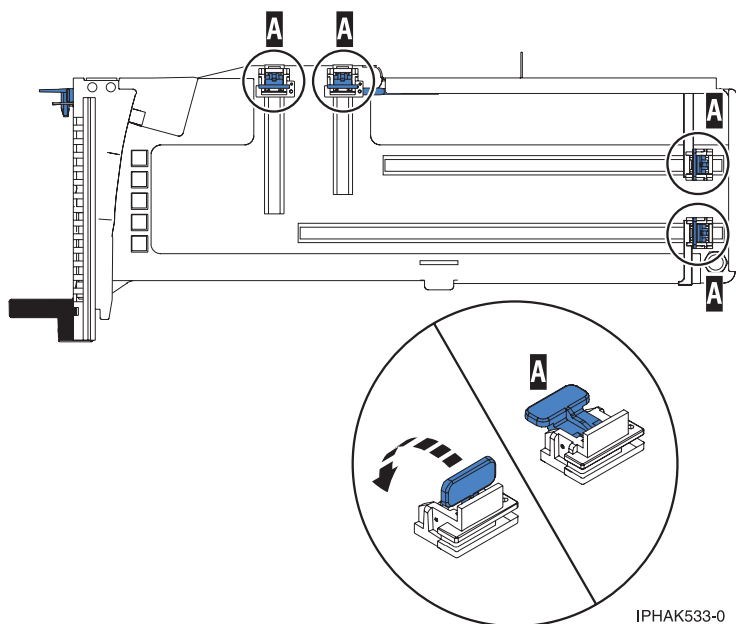

Figura 38. Peces de retenció de l'adaptador
- b. Assegureu-vos que totes les peces de retenció de l'adaptador (A) s'han tret de les vores del casset per tal de permetre la col·locació de l'adaptador. Consulteu Figura 38 a la pàgina 58.